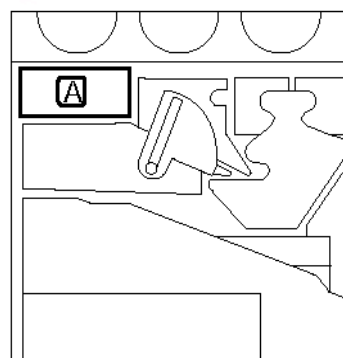

Figure 15 : Emplacement du récupérateur de toner plein
- 3 Repérez le récupérateur de toner (zone A dans la figure 15) dans le coin supérieur gauche de la machine.